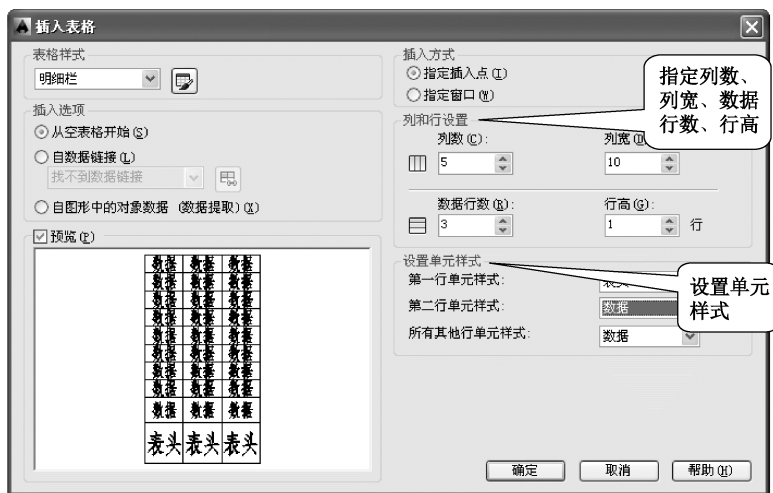

图 6-35 “插入表格”对话框
(1) 单击“默认”选项卡下“注释”面板中的“表格”按钮  表格, 弹出“插入表格”对话框, 如图 6-35 所示。在“表格样式”下拉列表中选择“明细栏”, 在“插入方式”选项组选择“指定插入点”方式, 其余各参数的设置如图 6-35 所示。
明细栏中没有标题, 因此可将“第一行单元样式”设置为表头, “第二行单元样式”设置为数据行, 再加上“数据行”中设置的 3 行, 图 6-35 所示中所设明细栏共有 5 行, 每一行的行距为 1 行; 共有 5 列, 每一列的宽度为 10。
执行上述命令后,弹出如图6-35所示的“插入表格”对话框,各选项作用简介如下。